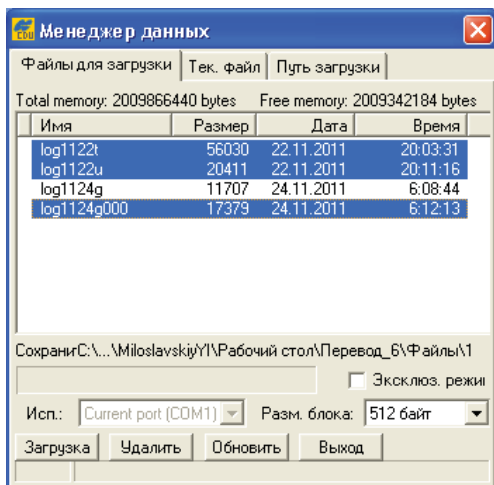

Рис. 5-10. Удаление файлов
3. Нажмите **Файл** ► **Менеджер данных** и выберите те файлы, которые необходимо удалить во вкладке *Файлы для загрузки* (Рис. 5-10 на стр. 5-8).
4. Нажмите кнопку **Удалить** (Рис. 5-10 на стр. 5-8).